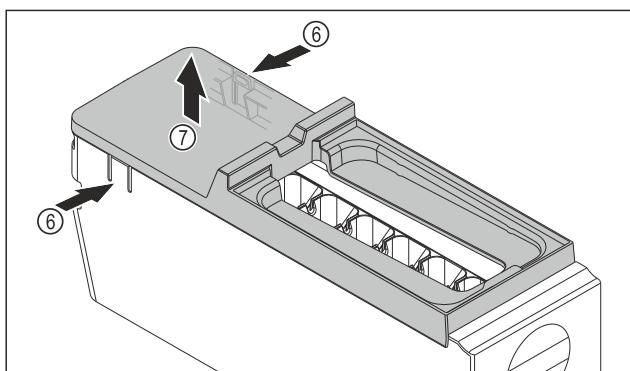

Fig. 142
- Retirer le couvercle du corps de l'EasyTwist-Ice : D'une main, pousser les languettes Fig. 142 (6) des deux côtés du corps de l'EasyTwist-Ice.
► De l'autre main, retirer le couvercle Fig. 142 (7) vers le haut.